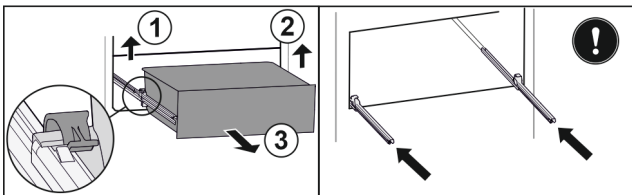

Fig. 129
- ▶ Повдигнете лявата скоба и едновременно с това изтеглете напред чекмеджето отляво. Fig. 129 (1)
- ▶ Повдигнете дясната скоба и едновременно с това изтеглете напред чекмеджето отдясно. Fig. 129 (2)
- ▶ Извадете чекмеджето напред. Fig. 129 (3)